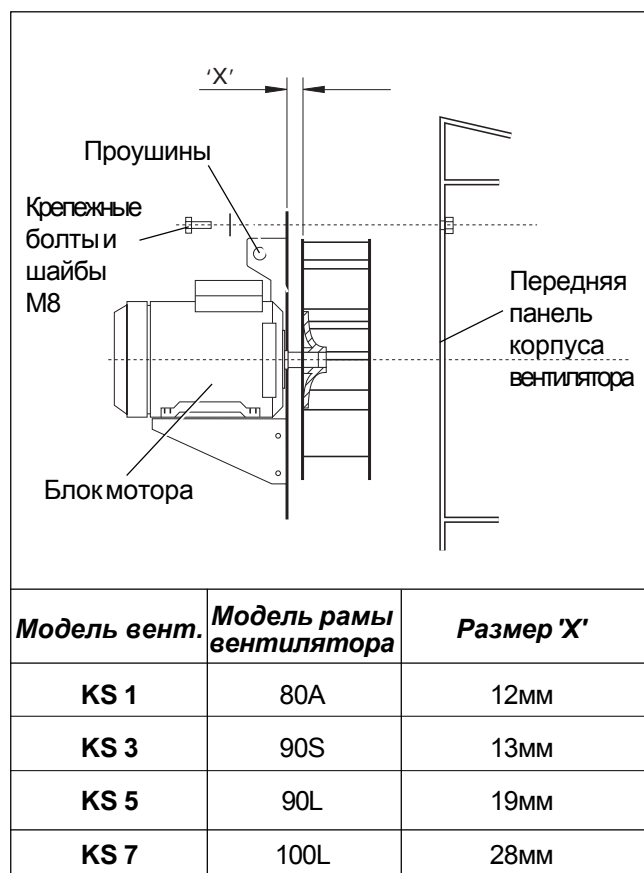

Рис. 6. Блок мотора вентилятора
- Включить мотор вентилятора (если есть), убедиться, что он вращается правильно, и обороты не превышают максимальное значение. Паспортная табличка расположена на блоке мотора вентилятора рядом с проушинами (см. рис. 6).
Демонтаж / замена блока мотора вентилятора (рис. 6)
3. При установке крыльчатки обратно в мотор убедиться, что выдержан размер 'X' (см. рис. 6).